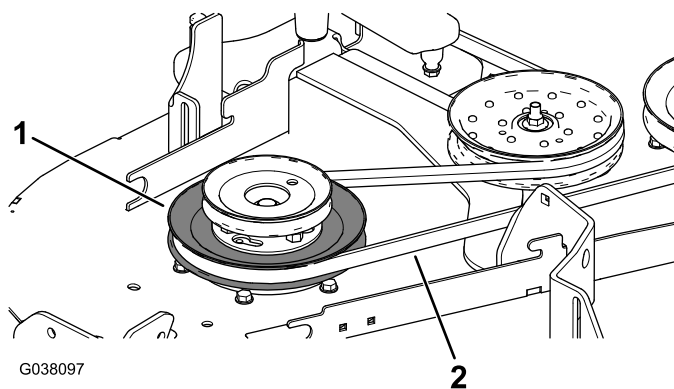

Figure 30
6. Chaussez la courroie du plateau de coupe sur la poulie inférieure de la double poulie (Figure 30).